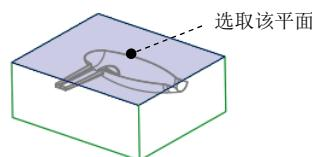

图 8.36 定义封闭环
④ 定义封闭面。根据系统 选择或创建一平面，盖住闭合的体积块 的提示，选取图 8.36 所示的平面为封闭面，此时系统显示“封合”菜单。